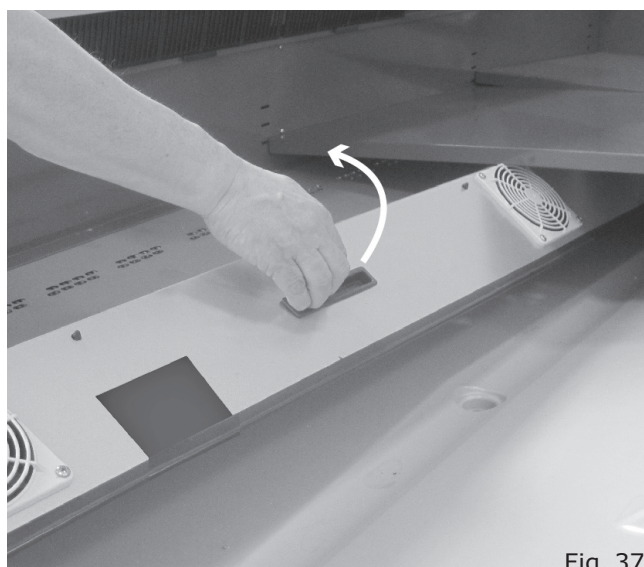

Fig. 37
- Un portaventole ruotabile verso l'alto ("Fig. 37").